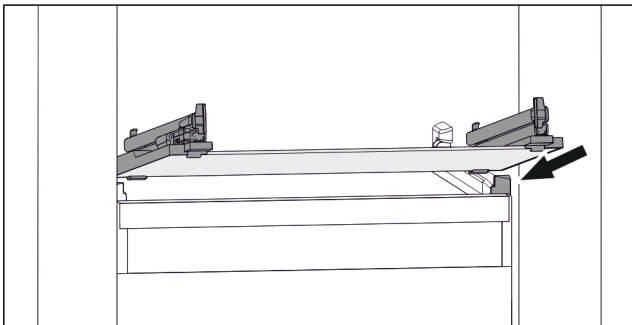

Fig. 77 Beispielhafte Darstellung der Glasplatte
- ▶ Glasplatte schräg hinter den Stoppeln aufsetzen. (siehe Fig. 77)